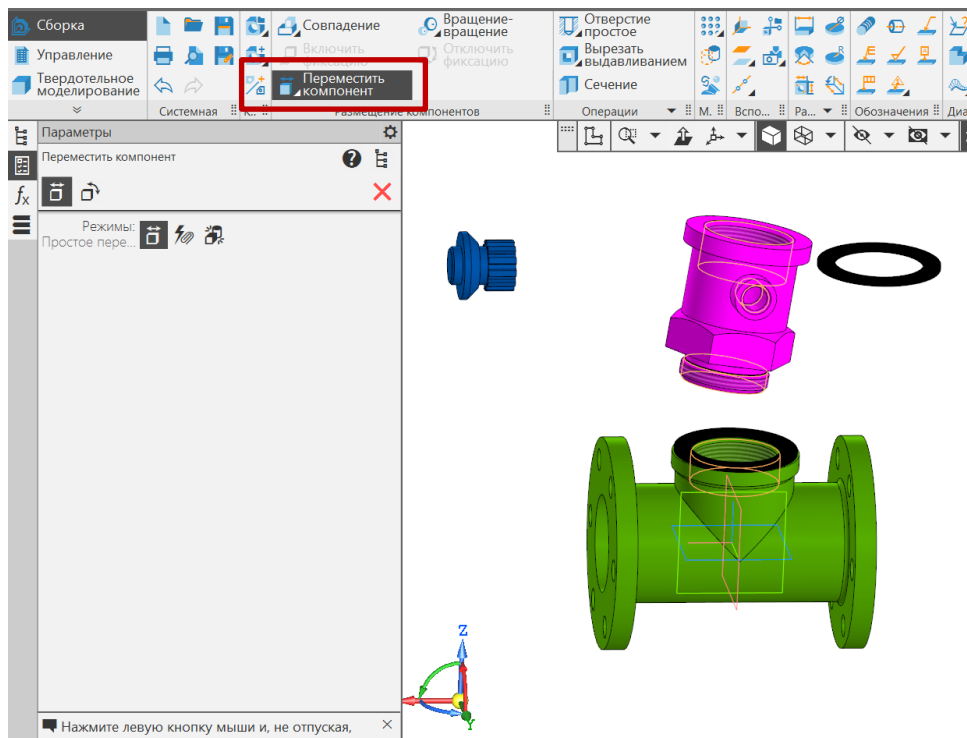

Рис. 14 Изменение положения детали Стакан в пространстве
- Для присоединения к сборке детали **Стакан** надо ее предварительно развернуть и переместить в пространстве с помощью команд «**Переместить компонент**», «**Повернуть компонент**» (рис. 14). Для того чтобы определить положение Стакана, нужно создать три сопряжения – **Совпадение**, **Соосность** и **Параллельность**.